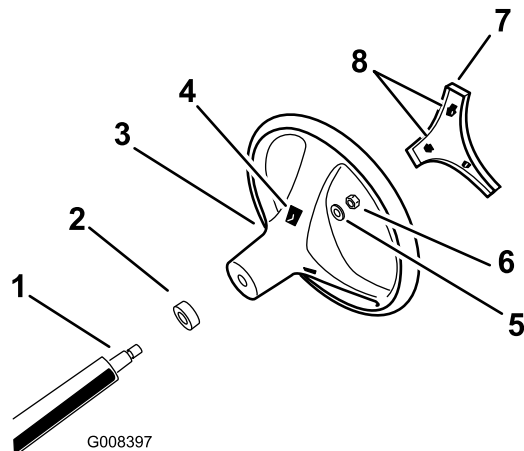

Figura 3
1. A través de los orificios de la parte trasera del volante, suelte las pestañas de retención de la cubierta central y retire la cubierta del volante (Figura 3).
2. Retire la contratuerca y la arandela de la columna de dirección (Figura 3).
3. Alinee el volante con las acanaladuras de la columna de dirección (Figura 3).
4. Monte la arandela y la contratuerca en la rosca de la columna de dirección (Figura 3).
- Alinee las pestañas de retención de la cubierta central con los orificios del volante, y presione la cubierta sobre el volante hasta que las pestañas de retención encajen en su sitio (Figura 3).